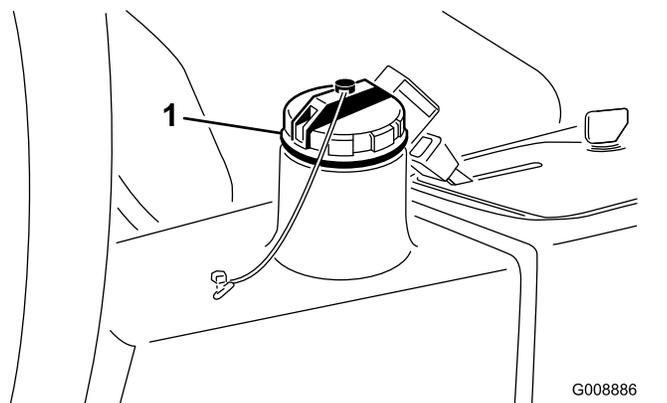

Bild 78
4. Füllen Sie den Behälter (Bild 78) mit ca. 13.2 Liter Hydrauliköl, siehe Prüfen der Hydraulikanlage \(Seite 22\).